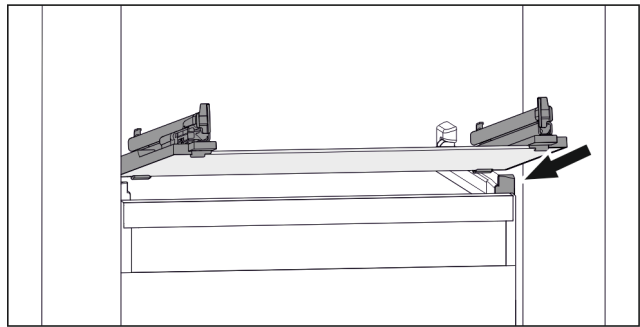

Fig. 75 Beispielhafte Darstellung der Glasplatte
- ▶ Glasplatte schräg hinter den Stoppeln aufsetzen. (zie Fig. 75)